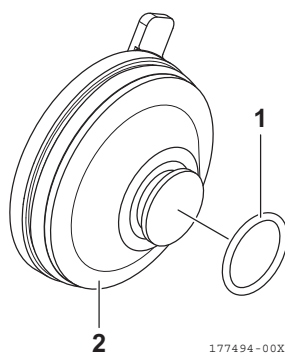

Figura 14
5. Retire o O-ring (1, **Figura 14**) do conjunto da tampa (2, **Figura 14**).